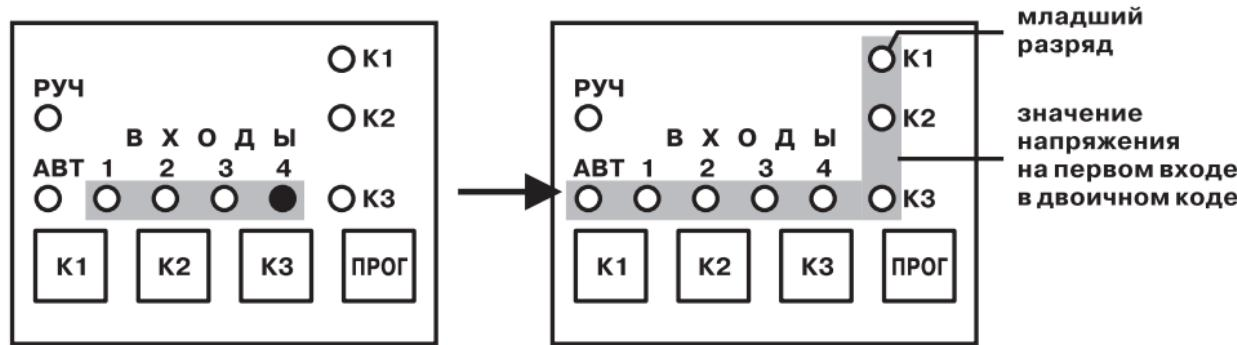

Рис. 13
6.1.2.3. Подать на прибор питание 220 В 50 Гц. На передней панели прибора на 1 с засветится светодиод "4", подтверждающий, что прибор работает в режиме измерения напряжения на входах. Затем на индикаторах появится значение напряжения на первом входе. Значение от 0 до 255 выдается в двоичном коде на индикаторы: "K1", "K2", "K3", "ВХОДЫ 4, 3, 2, 1", "АВТ", младший разряд на – "K1" (рис. 13).